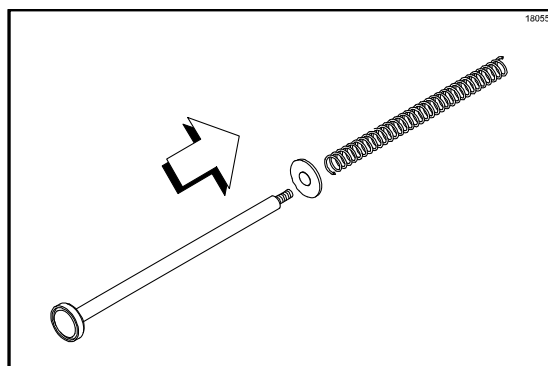

Рисунок 75
6. Снимите с узла плунжера пружину и шайбу. (См. рис. 75)